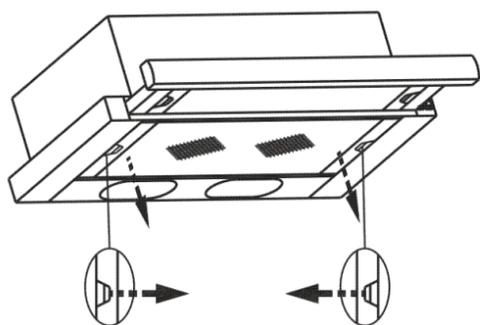

рис. 7
8.3 Для очистки алюминиевого фильтра извлеките его из вытяжки (рис. 7) и произведите его очистку с помощью щетки водным раствором нейтрального моющего средства вручную или в посудомоечной машине (при 60°C). Сильно загрязненный фильтр не следует мыть в посудомоечной машине. Старайтесь не сгибать фильтр при мойке.
- снимите алюминиевый фильтр, для этого нажмите на пружинный замок на фильтре и потяните его вниз и на себя (рис. 7);